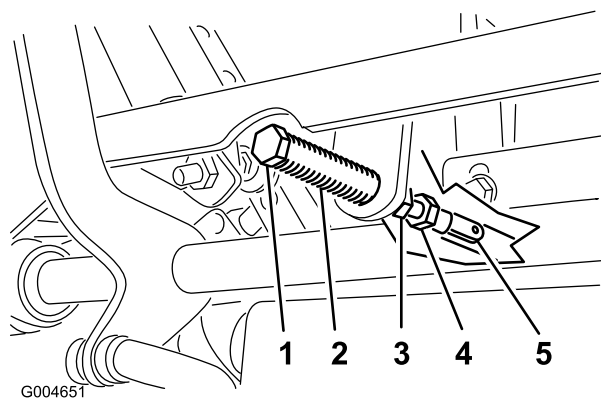

Figura 61
5. Tire hacia atrás de la palanca hasta que el pasador (en el brazo situado encima del eje pivotante) entre en contacto con el extremo de la ranura (empezando justo a tensar el muelle) (Figura 61).
- Si es necesario un ajuste, afloje la tuerca y la contratuercas contra la horquilla (Figura 61).
- Aplice una ligera presión hacia atrás en la palanca de control de movimiento, y gire la cabeza del perno de ajuste en el sentido apropiado hasta que la palanca de control esté centrada en posición de bloqueo/punto muerto (Figura 61).
- Apriete la tuerca y la contratuercas (Figura 61).
9. Apriete las contratuercas de las articulaciones esféricas (Figura 61).